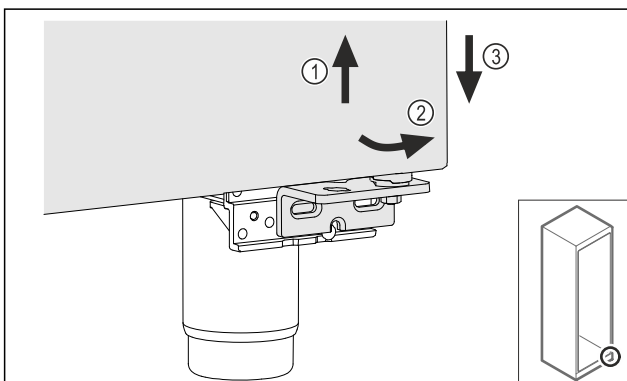

Fig. 27
- ▶ Tür leicht anheben Fig. 27 (1), unten nach vorne kippen Fig. 27 (2) und absenken Fig. 27 (3).